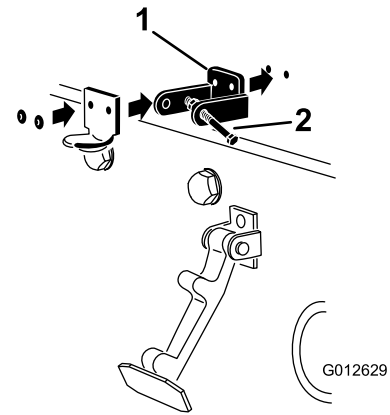

Figure 6
6. Rivez les supports et les rondelles sur le capot (Figure 6).